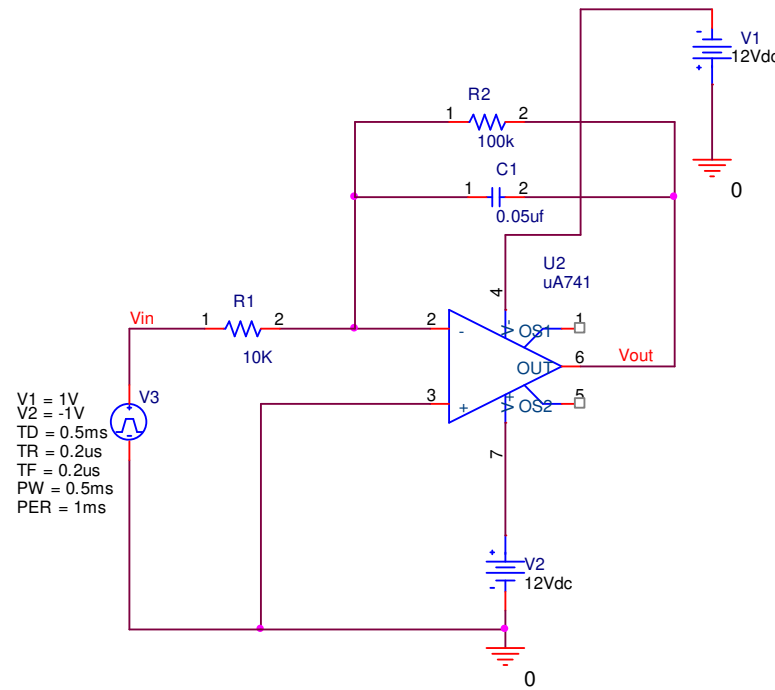

Figura 1
**Integrador Operacional:** Un Circuito integrador práctico es como el que se muestra en la Figura 1.